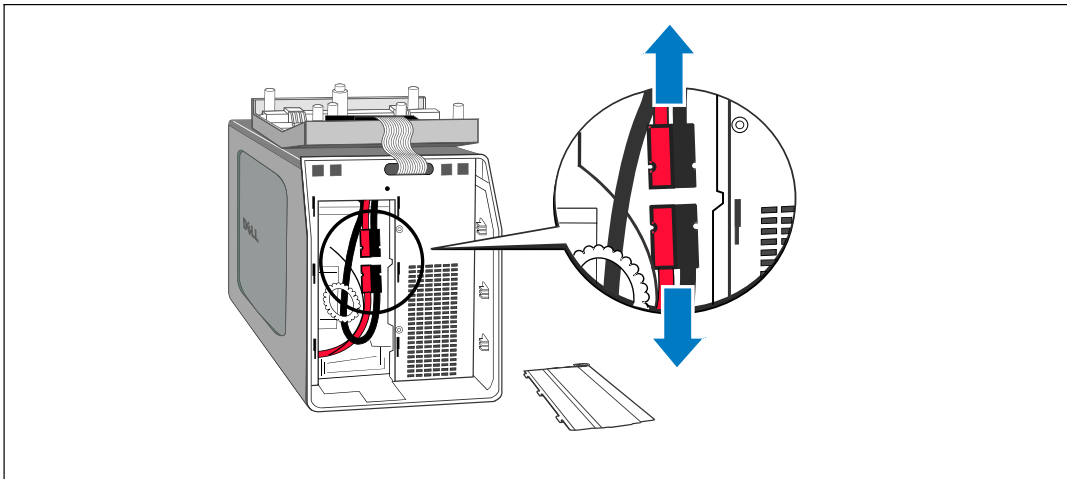

Abbildung 26. Trennen der Anschlüsse der internen Batterie
- 4 Den Anschluss der inneren Batterie abklemmen (siehe Abbildung 26).